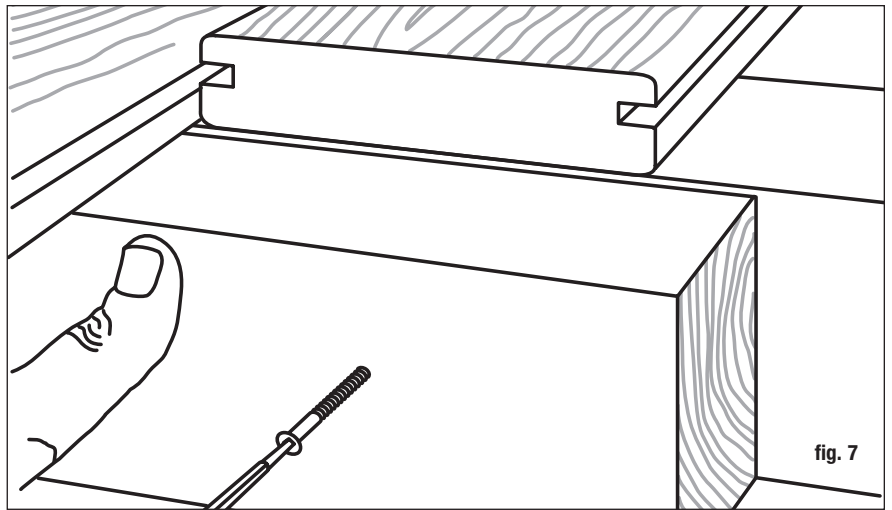
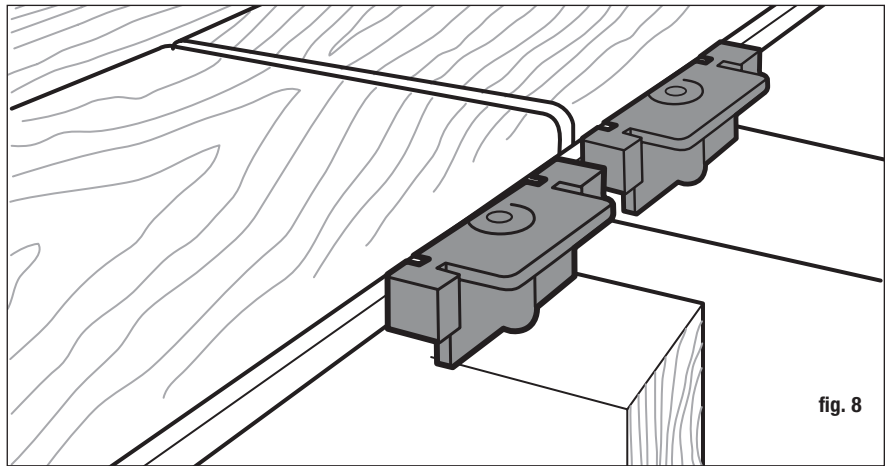

fig. 7
fig. 8
Paso 7 Instale un sujetador oculto Stowaway en cada ubicación de la viga a lo largo de la longitud de la tabla. Para instalaciones donde las tablas de la terraza están empalmadas de extremo a extremo en la viga, se debe agregar un bloque de 8” usando un clip de sujeción oculto Stowaway al final de cada tabla (fig. 7 y fig. 8). Asegúrese de colocar las tablas con la separación que se describió anteriormente.